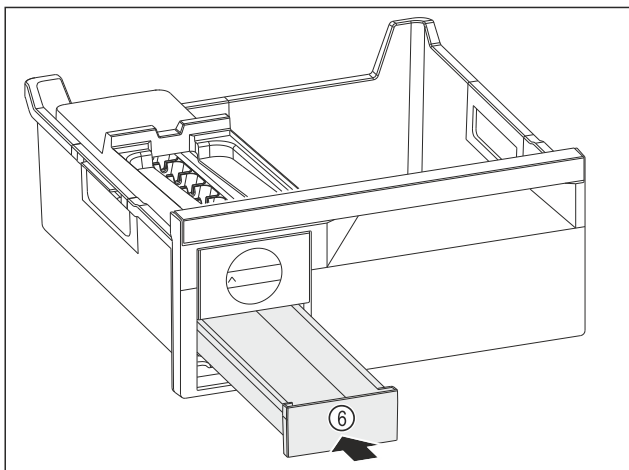

Fig. 96
- Skub isterningseskuffen Fig. 96 (6) ind.